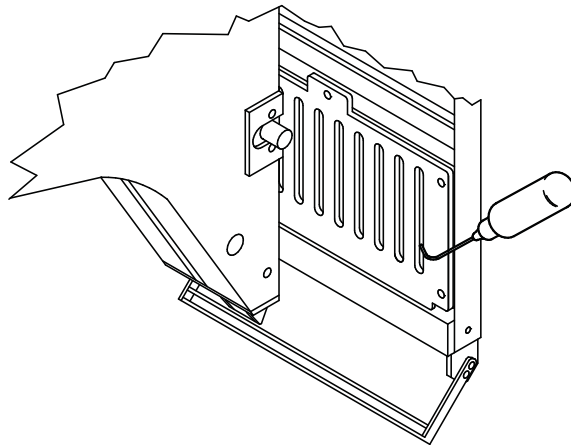

Figura 5-3
3. Dalla parte posteriore dell'alloggiamento degli aghi, mettete una o due gocce d'olio per la macchina da cucire sui portaaghi numero uno fino a sei, nei posti mostrati nella Figura 5-3. Ripetete per tutte le teste da ricamo.